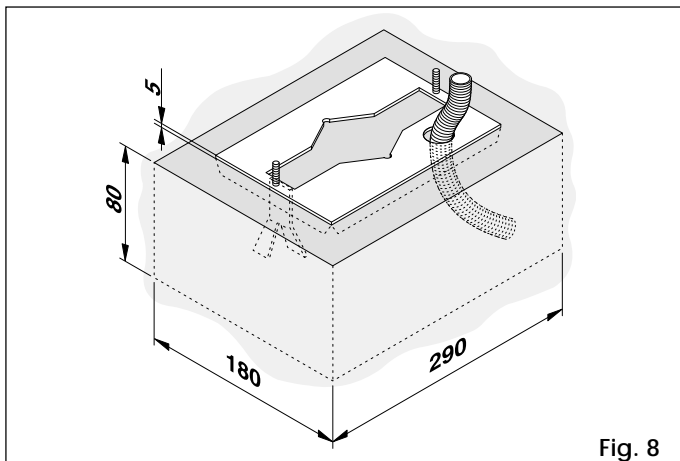

Fig. 8
- 3) Eseguire un plinto di fondazione come da fig. 8 e murare la piastra di fondazione prevedendo una o più guaine per il passaggio dei cavi elettrici. Verificare la perfetta orizzontalità della piastra con una livella. Attendere che il cemento faccia presa.